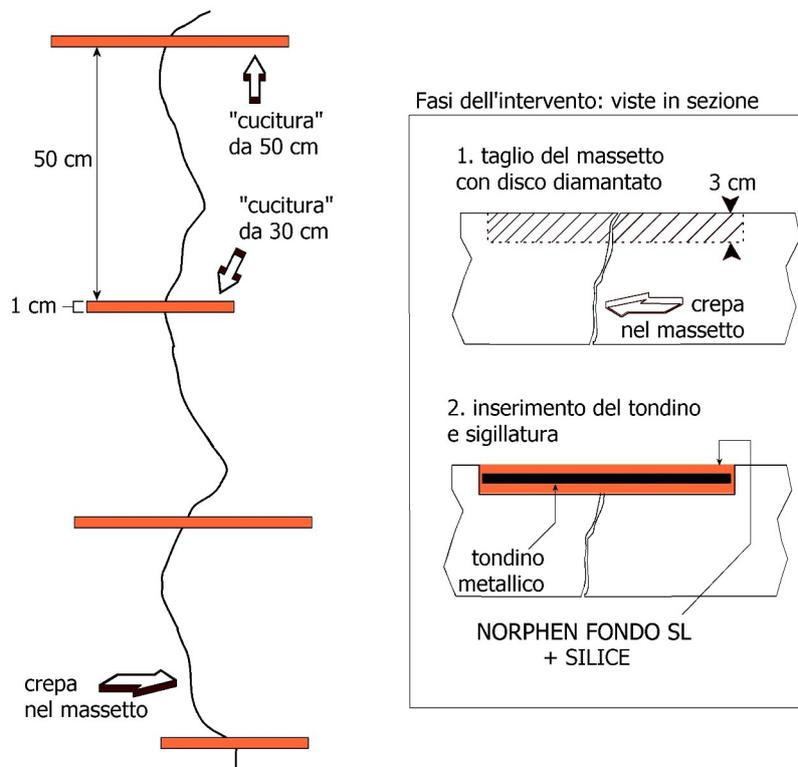

Abb. 1: Verschließen eines BEWEGLICHEN RISSES
- Sie können nach dem gleichen Verfahren für die BEWEGLICHEN RISSE versiegelt werden (siehe spezifischen Abschnitt und Abb. 1), sofern sie ausreichend gereift sind, sodass der Feuchtigkeitsschwind weitgehend abgeschlossen ist (ca. 1 Monat bei Estrichen und 3 Monate bei Beton).